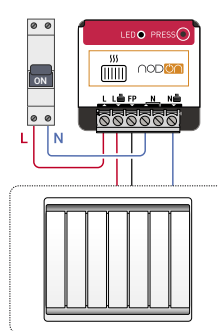

Figure 1
- Câblez le module selon le schéma en figure 1.